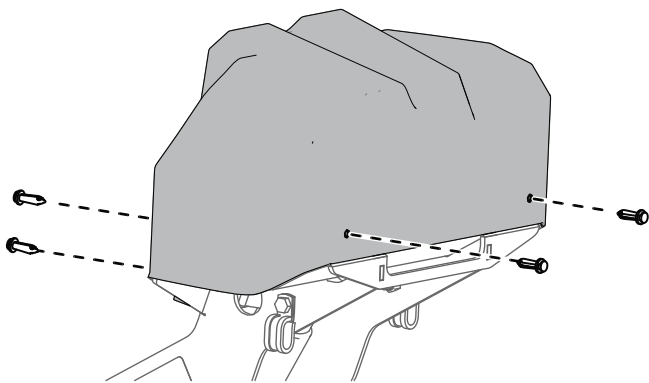

Bild 25
2. Entfernen Sie die vier Kunststoffnieten, mit denen die Abdeckung an der Kupplung befestigt ist, und nehmen Sie die Abdeckung ab (Bild 25).